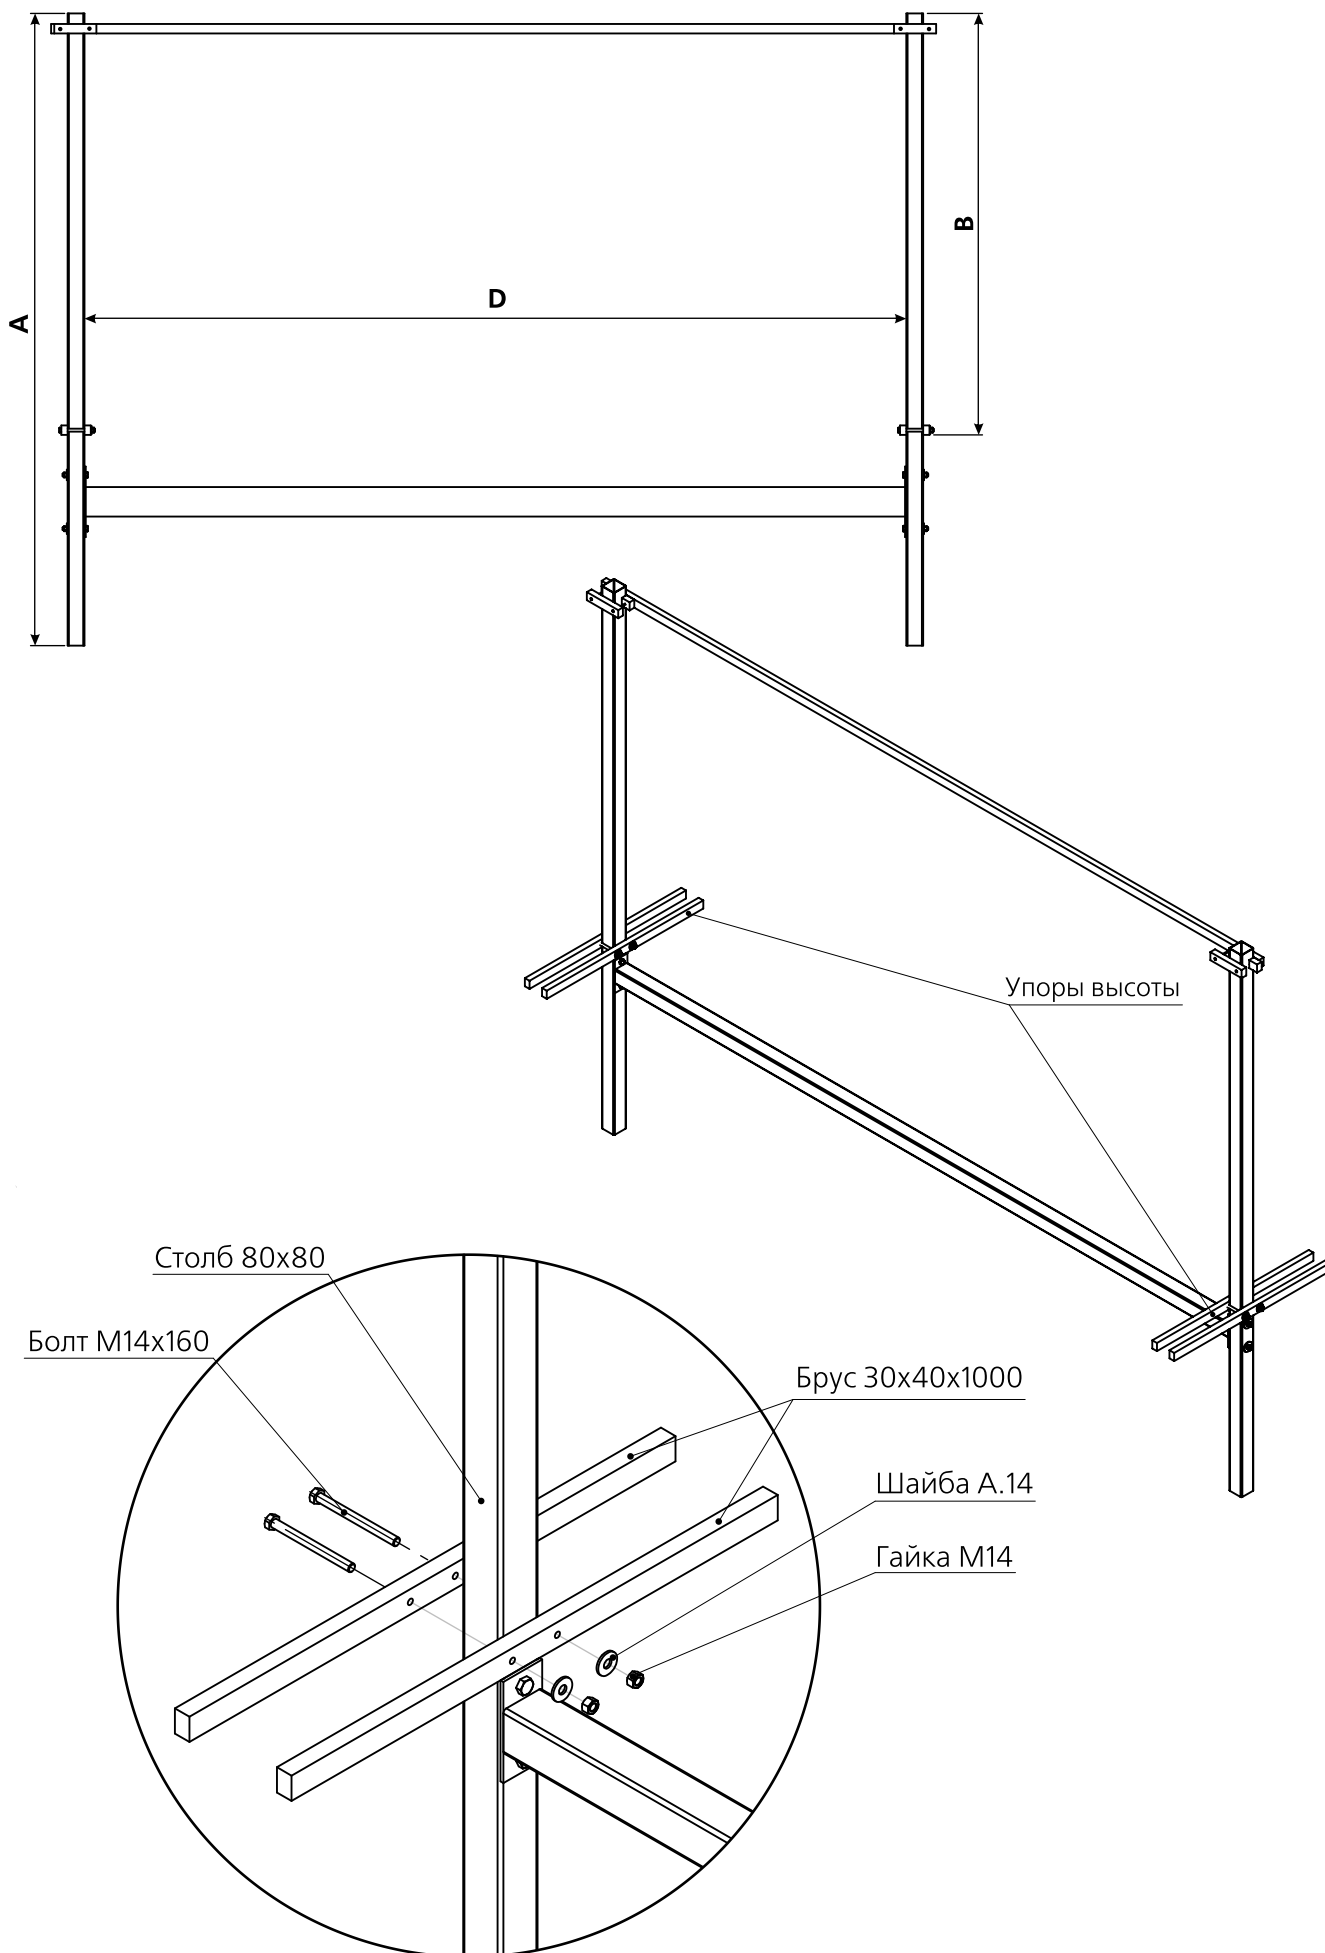

Рис. 2 Схема монтажа упоров высоты
- 1.2 Закрепить на столбах упоры высоты на расстоянии В (Рис.2).